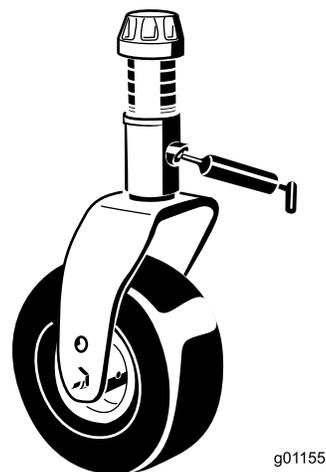

Figura 38
- Casquilhos do eixo da forquilha da roda giratória (2) (Figura 38)